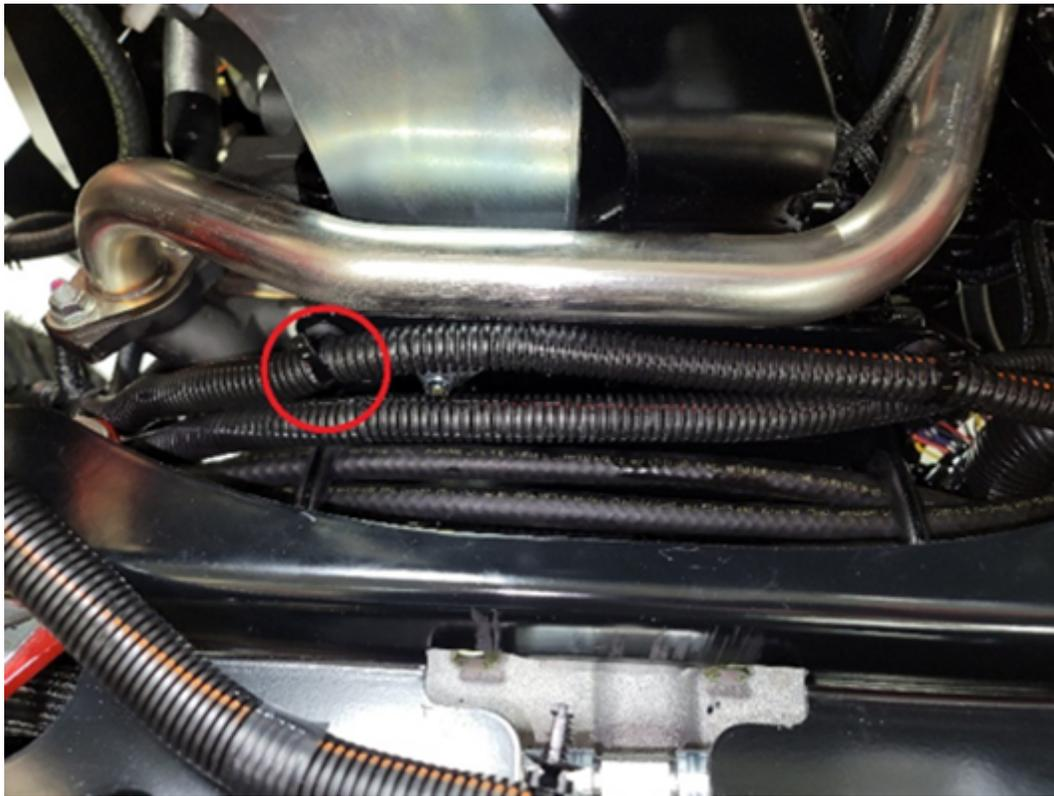

Figura 2
5. Retire y deseche los 2 clips con brida que fijan el arnés de cables (Figura 2).